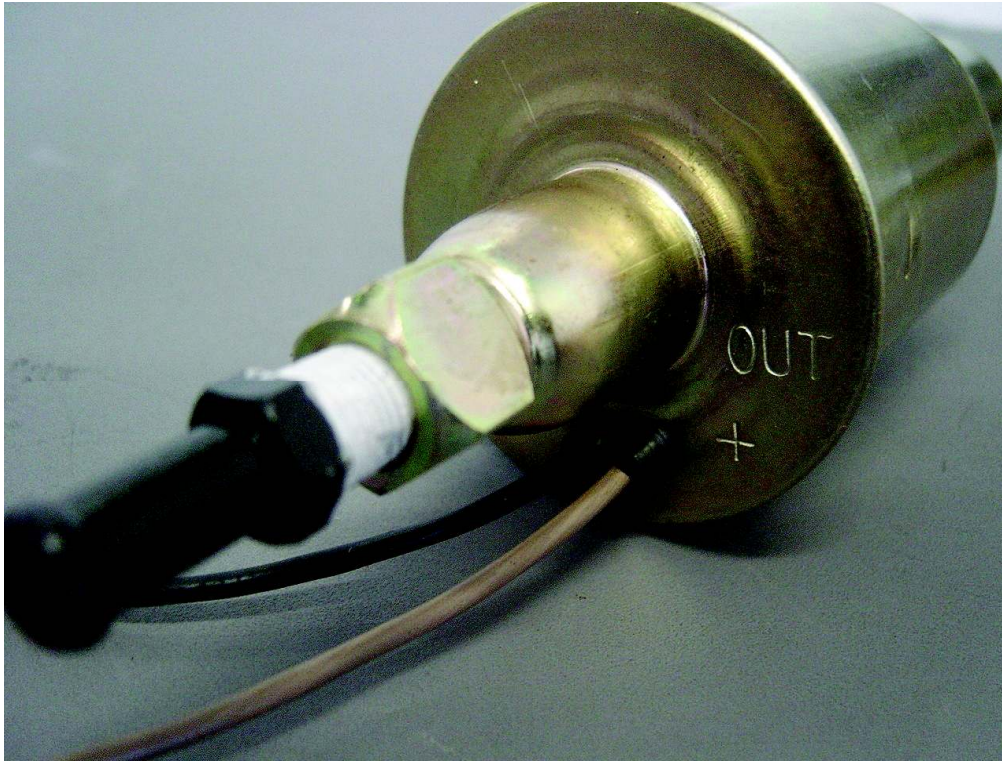

Figura 5. Vista mostrando la polaridad de los cables y la salida de la bomba.
5. Conecte el cable blanco al Positivo (+) 6V (8011) or 12V(8012, 8016) ignición fuente conmutada con un mínimo de calificación de 10 amperes. Conecte el cable negro a tierra del chasis. Vea figura 5.